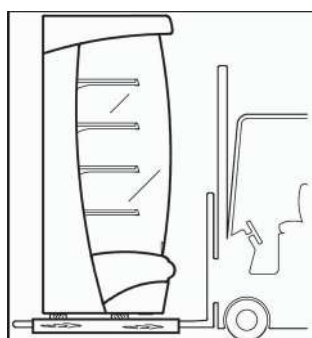

Рис.4
- Всегда размещать погрузочные вилы в указанных точках (Рис.4).